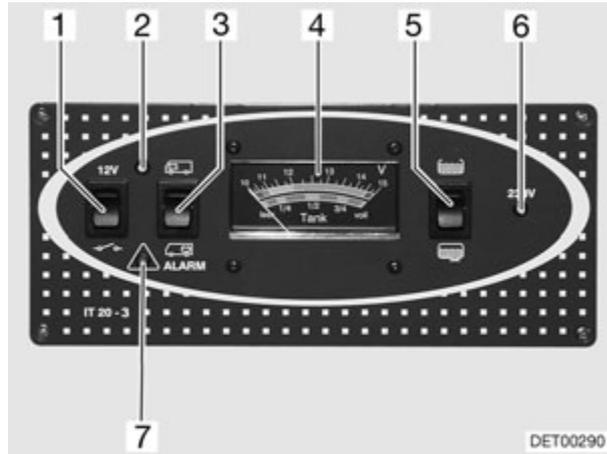

Fig. 115 Panneau de contrôle (variante 1)
Observer sur l'indicateur de charge/de niveau de réservoir (Fig. 115,4), la graduation supérieure. L'indicateur s'éclaire automatiquement dès qu'un commutateur est actionné.
- Commutateur à bascule (Fig. 115,3) vers le haut "🚐" : la tension de la batterie de démarrage est affichée.
- Commutateur à bascule (Fig. 115,3) vers le bas "🚐" : la tension de la batterie de cellule est affichée.
Le voyant d'alerte rouge ALARME (Fig. 115,7) s'allume dès que la charge de la batterie de cellule descend en dessous de 11 V (mesurée en marche) et qu'il y a risque de décharge profonde des batteries.
Observer sur l'indicateur de charge/de niveau de réservoir (Fig. 115,4), la graduation inférieure. L'indicateur s'éclaire automatiquement dès qu'un commutateur est actionné.
- Commutateur à bascule (Fig. 115,5) vers le haut  : le niveau du réservoir d'eau est affiché.
- Commutateur à bascule (Fig. 115,5) vers le bas  : le niveau du réservoir d'eaux usées est affiché.
L'interrupteur principal 12 V (Fig. 115,1) établit ou coupe l'alimentation 12 V de la cellule.
- Commutateur à bascule (Fig. 115,1) vers le haut "12 V" : l'alimentation 12 V de la cellule est assurée. Le voyant de contrôle vert (Fig. 115,2) s'allume.
- Commutateur à bascule (Fig. 115,1) vers le bas  : l'alimentation 12 V de la cellule est coupée. Le voyant de contrôle (Fig. 115,2) s'éteint.
Le voyant de contrôle 12 V (Fig. 115,2) s'allume dès que l'interrupteur principal 12 V (Fig. 115,1) est enclenché.
Le voyant jaune de contrôle 230 V (Fig. 115,6) s'allume si l'arrivée du bloc électrique est sous tension de réseau.